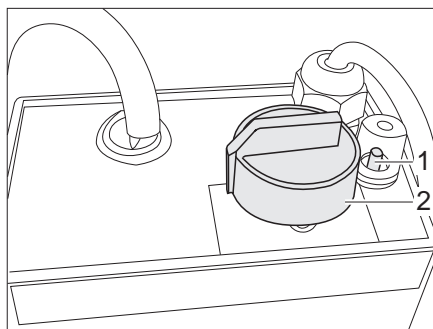

Bild 199 Reglage för elektrisk golvvärme
- Ställ vridregulatorn (Bild 199,2) på önskad värmeeffekt.
- Ställ vridregulatorn (Bild 199,2) på "0".
Om regulatorn överbelastas aktiveras överbelastningsskyddet. Stiftet (Bild 199,1) skjuts ut.
- Tryck in stiftet (Bild 199,1) på överbelastningsskyddet igen när regulatorn har svalnat.